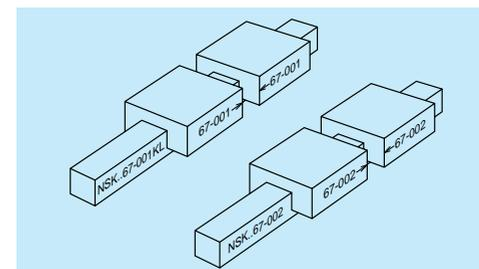

图 10.29 2根导轨公称型号相同时
- 当有 2 根以上的导轨为一套使用时，若公称型号是相同的话，那么产品编号则是连号。并且其中最小号码的导轨上有 'KL' 标记 (图 10.29)。